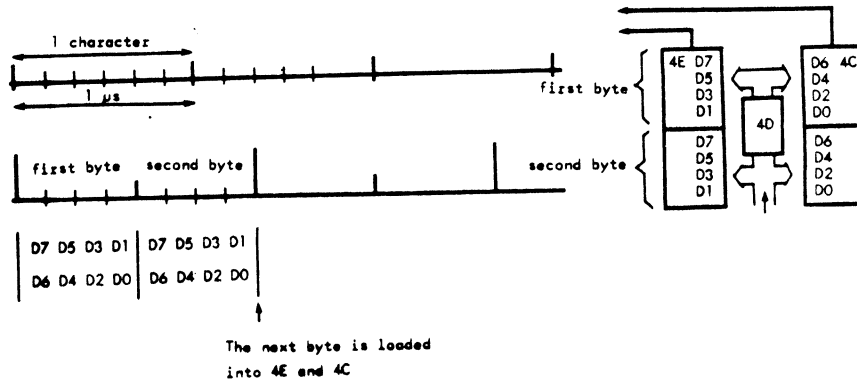

Fig 20 Läsning
C1B går till vippan i pos 5F och fördröjs, byter namn till COUNT och går därefter till kolumnräknaren i pos 2F och räknar upp denna. C1B går också till låskretsen i pos 4D och låser data, som finns på ingångarna, till utgångarna. Data delas upp och läggs fram till skiftregistren i pos 4E och 4C. C2B går till LOAD-ingångarna på skiftregistren. C2B laddar dels in de tidigare utlagda data (på låskretsens utgångar) och dels de nya data som finns på videoninnetts utgångar. Inläsningen till skiftregistren sker i tidsdiagrammet under tiden T19 - T23. Utläsning sker med två bitar i taget (en från varje skiftregister). Bitarna skiftas ut med 6 MHz. I fig 20 visas hur data ligger i skiftregistren och vilken position de motsvarar på skärmen. I tidsdiagrammet längst ner finns ett exempel på utläsning från 4E då en punkt (FGPOINT 0,239) är tänd på skärmen. Förloppet beskrivs i förhållande till RLS-signalen.